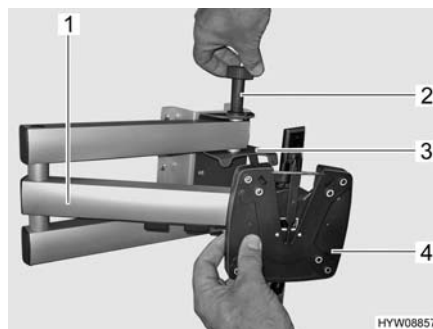
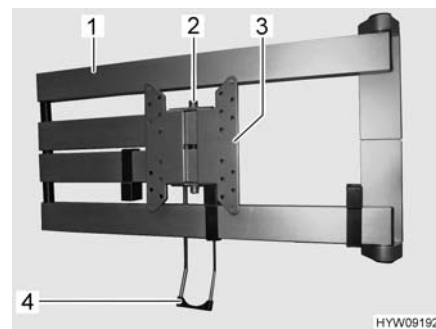

Fig. 10 Supporto con braccio snodato
Fig. 11 Supporto con braccio snodato (alternativa)
- Ruotare lo schermo piatto all'indietro nella sua posizione iniziale, finché il supporto (Fig. 10,4 o Fig. 11,3) non si innesta nel bloccaggio (Fig. 10,3 o Fig. 11,2) producendo un suono.